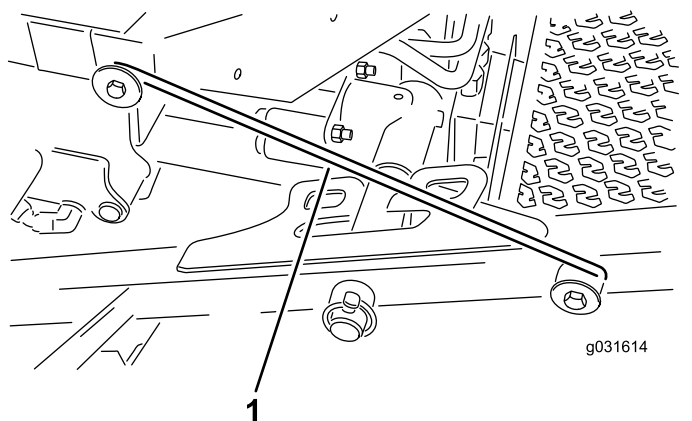

Figura 32
4. Suelte la varilla de bloqueo del retén del bastidor de tiro delantero (Figura 32).
5. Eleve la parte exterior de las unidades de corte delanteras y coloque el enganche sobre el pasador del bastidor montado en la parte frontal de la plataforma del operador (Figura 32).